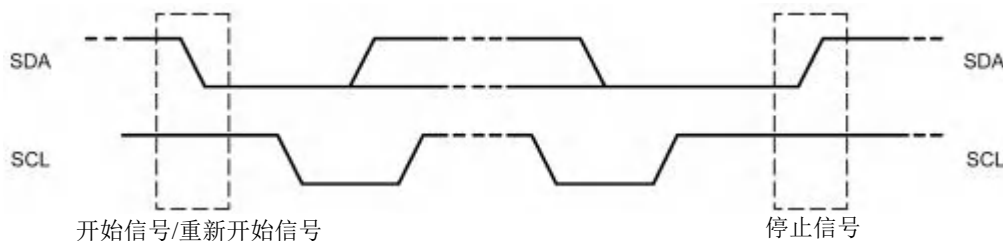

Figure 15-4 开始、重新开始、停止信号
**开始信号（START）：**如 Figure 15-4 所示，当 SCL 为高电平时，SDA 由高电平向低电平跳变，产生开始信号。当总线空闲的时候，例如，没有主动设备在使用总线（SDA 和 SCL 都处于高电平），主机通过发送开始（START）信号建立通信。
**停止信号（STOP）：**如 Figure15-4 所示，当 SCL 为高电平时，SDA 由低电平向高电平跳变，产生停止信号。主机通过发送停止信号，结束数据通信。